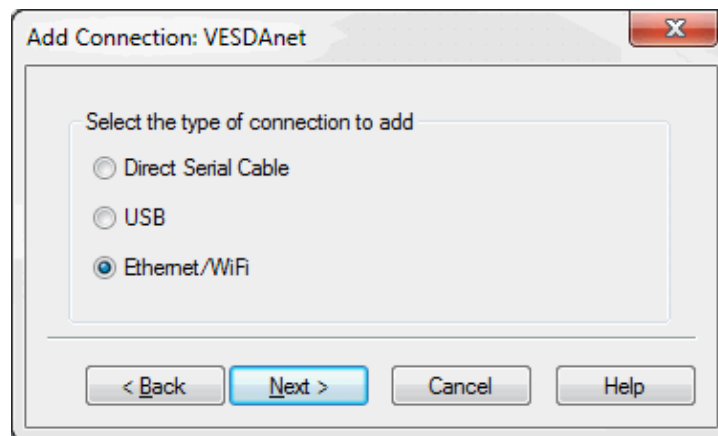

Figure 5-5: Sélectionner Ethernet
- Sélectionnez **Ethernet / WiFi**, puis **Suivant** (Figure 5-5).